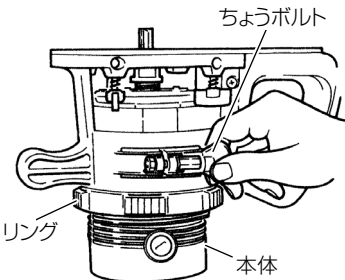

図 10
- ② ちょうボルトをゆるめ、リングを回して、切込み深さを調節します。(図 10)
- ③ 調節後、ちょうボルトをしっかり締めて本体を固定します。(図 10)